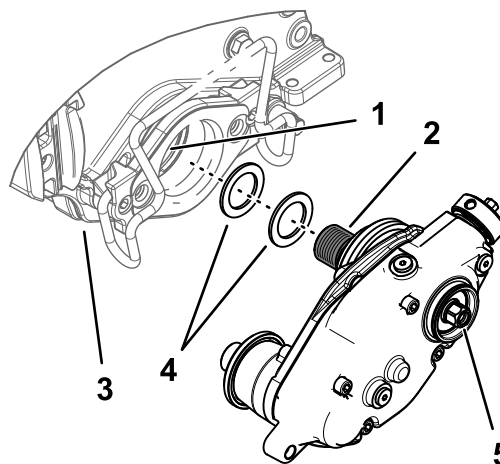

Figura 12
2. Para uma caixa de transmissão do rastelo instalada no lado esquerdo de uma unidade de corte, instale as duas anilhas do calço sobre as roscas do adaptador do cilindro preto (Figura 12).
4. Instale a caixa da transmissão do rastelo no eixo do cilindro (Figura 12).
6. Com o cilindro preso, aperte a cabeça sextavada do eixo da caixa da transmissão com 135 a 150 N·m; consulte a Figura 12.